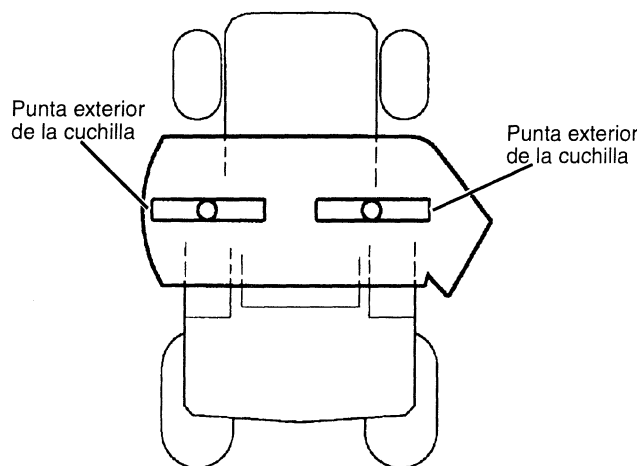

FIGURA 43
- Mida la altura desde la superficie nivelada hasta la punta exterior de la cuchilla en las cuchillas izquierda y derecha. (vea la Figura 43) La diferencia entre las mediciones no deberán exceder a **1/4 de pulgada (6 mm)**.